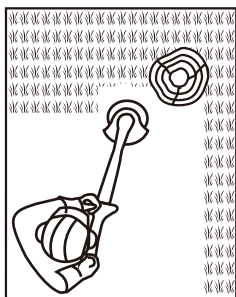

Fig. 19
4. Rode o protetor de plantas (13) para a posição de aparar, para evitar que o dispositivo de corte entre em contacto com objetos rijos, tais como paredes e pedras de bordos de passeios (Figs. 19, 20).